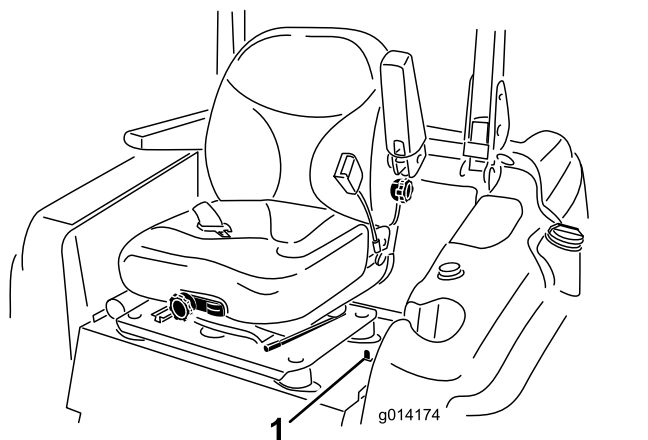

Figura 16
1. Mueva el enganche del asiento, situado en el lado izquierdo del asiento, hacia atrás para desenganchar el asiento, y tire hacia adelante la parte superior del asiento (Figura 16).